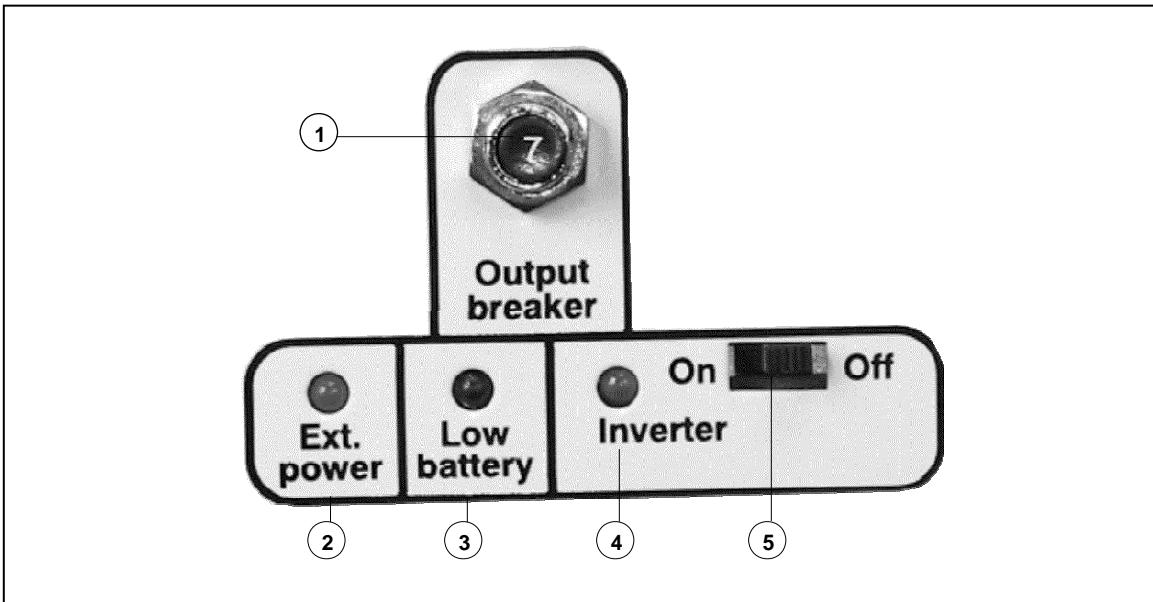

FIGURE 2: Description du panneau de commande
- (1) **Cosse de métallisation :** Se branche au système de terre.
- (2) **Ventilateur:** A contrôle thermostatique, le ventilateur démarre seulement quand il est nécessaire de rafraîchir l'électronique à l'intérieur
- (3) **Fil d'entrée CC – ROUGE (+):** Se branche au côté positif du fusible (+) du banc de batteries.
- (4) **Fil d'entrée CC – BLANC (-):** Se branche au côté négatif du fusible (-) du banc de batteries.
- (5) **Connexion On/Off à distance :** Se branche à un interrupteur « On/Off » à distance fourni par l'utilisateur.
- (6) **Panneau de commande DEL:** Affiche l'état du convertisseur (Voir la figure 2 à la page 7)
- (7) **Prises de courant GFCI:** Sortie 120VCA .